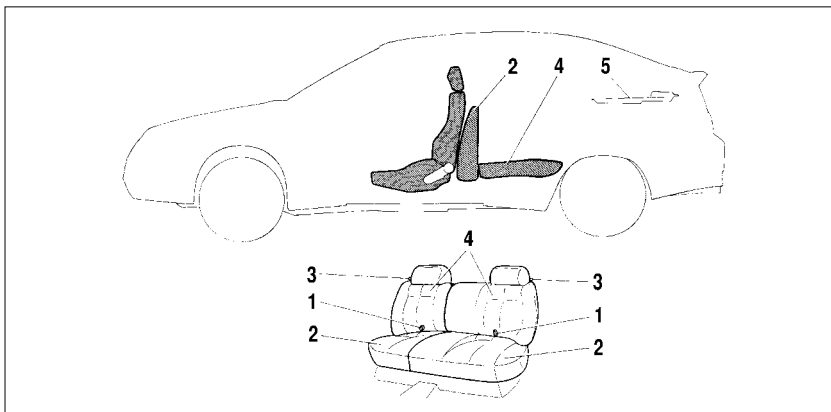

Рис. 7. Заднее сиденье
- потяните за петли 1 (рис. 7) и поставьте подушки 2 в вертикальное положение. При необходимости сдвиньте передние сиденья вперед;